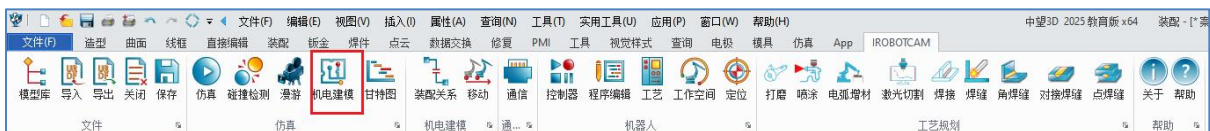

图 13-20: 机电建模
- 对气缸创建一个滑动副，运动类型选择“动力学”。定义其坐标系和上下限范围等参数。(图 13-20)